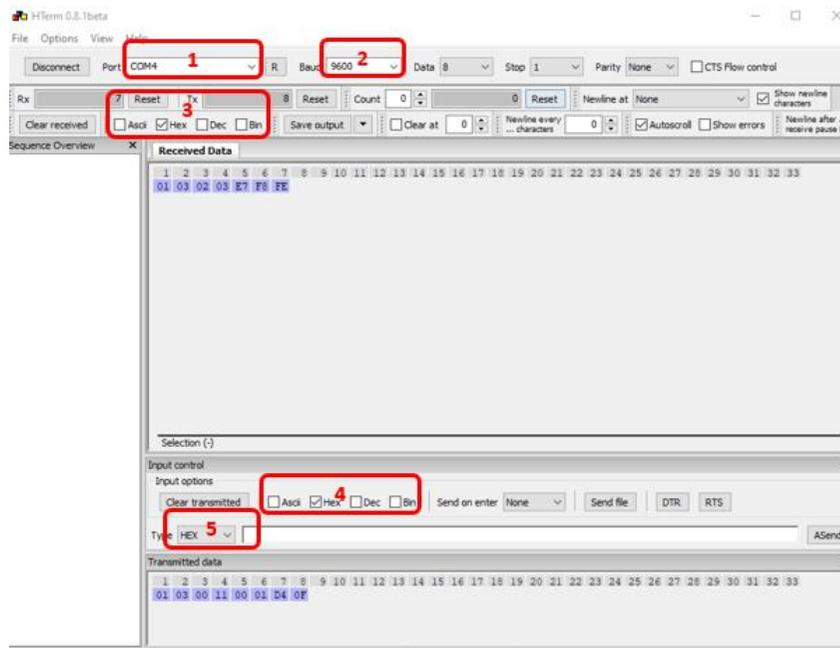

图. 6 HTerm 参数设置界面。
- 6) 打开终端程序 HTerm，并按图 6 所示设置参数。